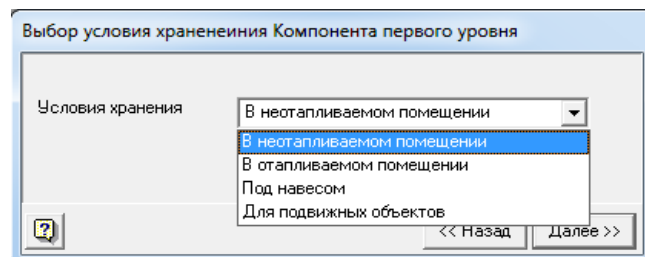

Рис. 3.19. Окно выбора условий хранения Компонента первого уровня
- В появившемся окне «Выбор условий хранения Компонента первого уровня» (см. рис. 3.19) выберите условие эксплуатации Компонента в режиме ожидания (хранения).